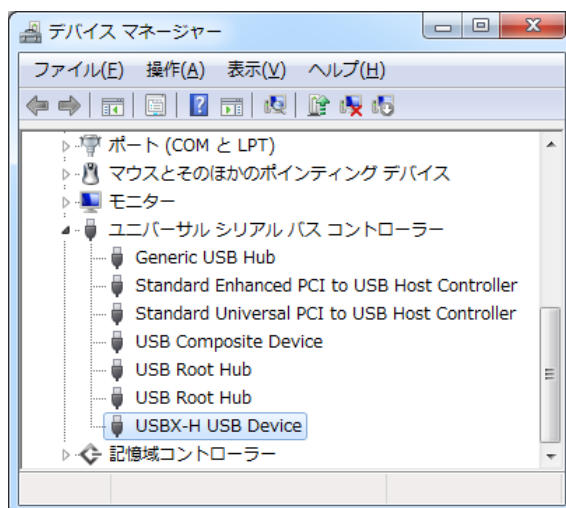

図 19 Windows 7 のドライバインストール確認
- ⑤ デバイスを USB ケーブルでパソコンに接続します。図 19 のように「デバイス マネージャ」の画面に「USBX-H USB Device」と表示されれば、ドライバが正しくインストールされています。